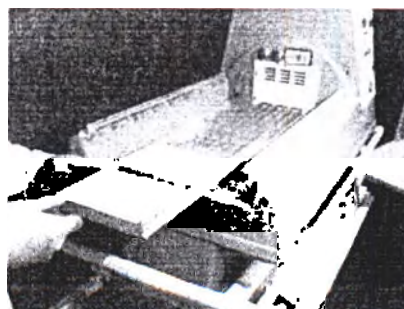

Рисунок 68
3.6.33 Извлечь увлажнитель и удалить поролоновые прокладки (рисунок 68).